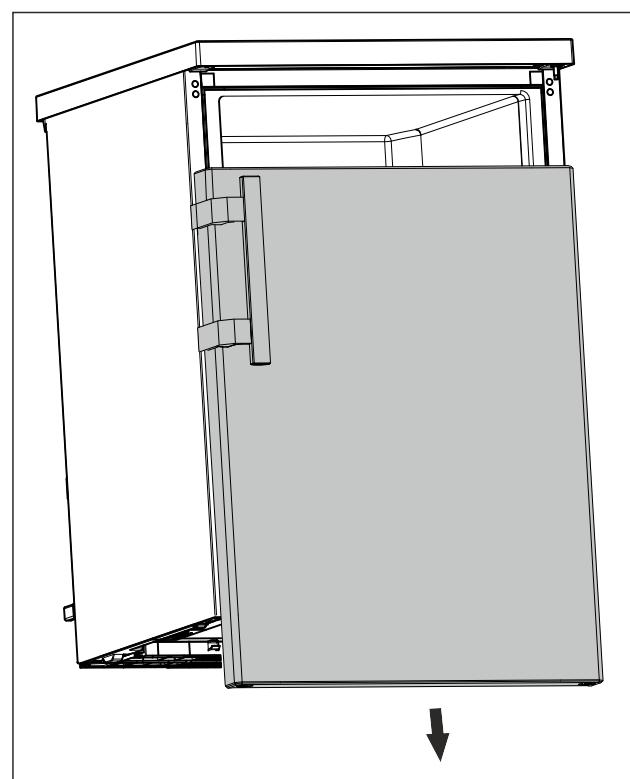

Fig. 9
- Vrata snemite navzdol. (glejte Fig. 9)